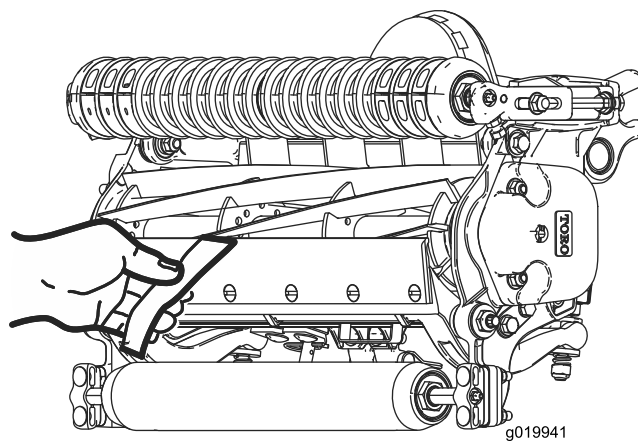

Figura 10
10. Pruebe el rendimiento de corte insertando una tira larga de papel de prueba del rendimiento de corte (Pieza Toro N° 125-5610) entre el molinete y la contracuchilla, perpendicular a la contracuchilla (Figura 10). Gire el molinete **lentamente** hacia adelante; debe cortar el papel.